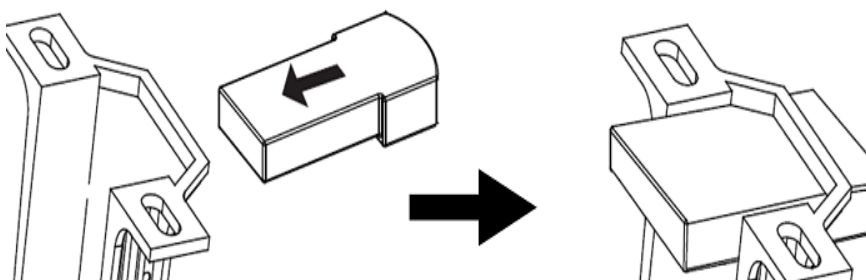

Fig. 13
10. Inserte el receptor remoto con cuidado sobre la bola de colgado en el espacio sobrante del soporte de armado. Tenga cuidado de no dañar o aflojar ninguno de los cables. **(Fig. 13)**
de colgado en el espacio sobrante del soporte de armado. Tenga cuidado de no dañar o aflojar ninguno de los cables. **(Fig. 13)**